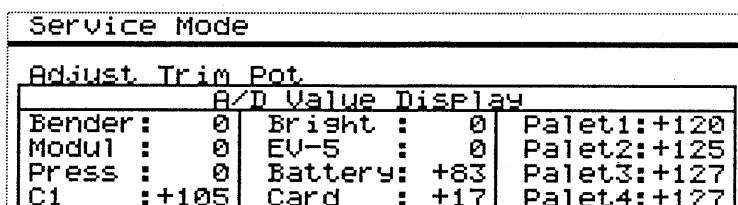

Fig.1
While pressing number button [6], turn the power on. The LCD of figure 1 will appear.
ナンバー・ボタン [6] を押しながら、電源を入れる。LCDディスプレイにFig.1のように表示される。
1. While pressing number button [6], turn the power on. The LCD shown in figure 1 will appear.
1. ナンバー・ボタン [6] を押しながら、電源を入れる。LCDディスプレイに、Fig.1のように表示されます。